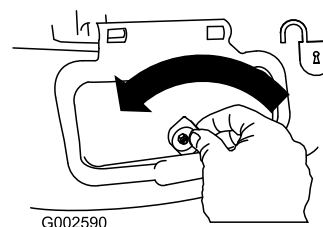

Figure 39
- Déverrouillez le volet d'éjection latérale (Figure 39).